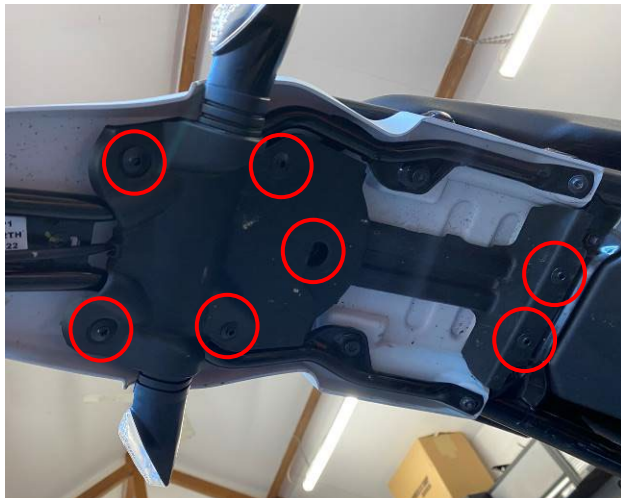

Abbildung 1
- Fangen Sie an, indem Sie die original Kennzeichenbeleuchtung trennen. Den Verbinder finden Sie unter dem hinteren Schutzblech, wenn Sie die in **Abbildung 1** markierte Kunststoffteile entfernen.